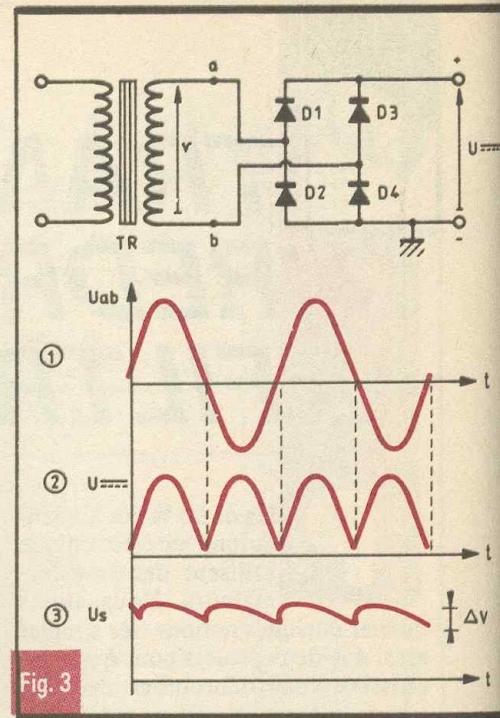

Fig. 3
b) Le montage en pont de Graetz ou parallèle double (PD2) (fig. 3)